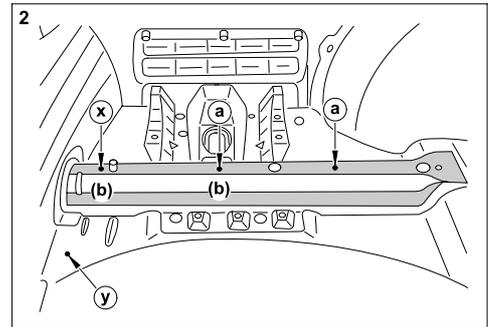

Figure 2 : Trous dans le coffre à bagages à gauche
- 5.) Percer un trou \varnothing 36 mm pour passer le câble (" y "), dans le plancher du coffre à bagages, entre le longeron côté gauche et la cuvette de la roue de secours, là où le coup de pointeau à été donné; voir figure 2.